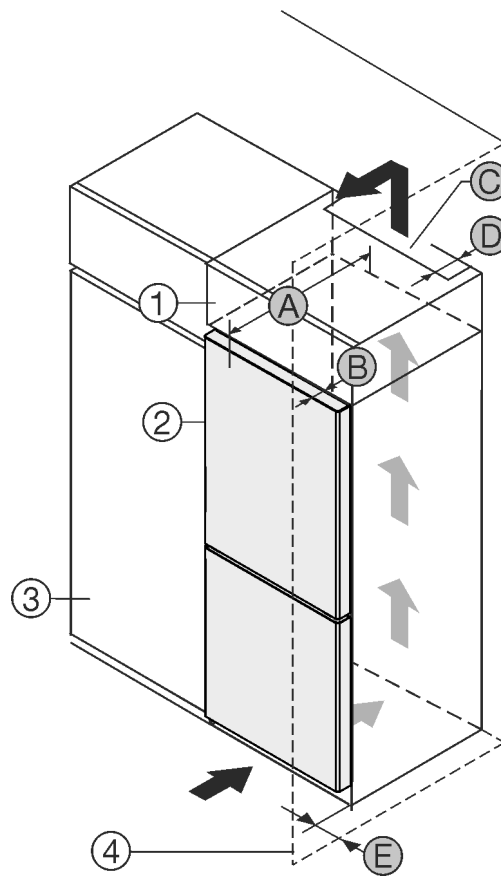

Fig. 1
Prietaisą galite statyti iš karto šalia virtuvės spintelės Fig. 1 (3).
Galinėje uždedamos spintelės pusėje turi likti tarpas ventiliacijai, kurio gylis Fig. 1 (D) būtų per visą uždedamos spintelės plotį.
Po patalpos lubomis turi būti laikomasi vėdinimo angos skerspjūvio Fig. 1 (C).
Jei prietaisas su lankstais statomas greta sienos Fig. 1 (4), mažiausias atstumas tarp prietaiso ir sienos turi būti 13 mm.
Jei prietaisas su lankstais statomas greta sienos Fig. 1 (4), mažiausias atstumas tarp prietaiso ir sienos turi būti 20 mm.
Kad durys atsidarytų iki galo, palyginti su šaldytuvo priekiu, prietaisas turi išsikišti bent per savo durų gylį Fig. 1 (B). Priklausomai nuo virtuvės spintelėlių Fig. 1 (3) gylio ir atstumą iki sienos nustatančių detalių naudojimo, prietaisas gali išsikišti daugiau.